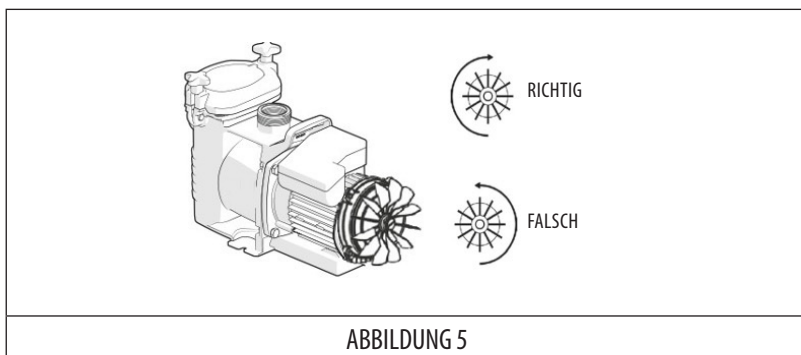

ABBILDUNG 5
- Überprüfen Sie, ob sich der Motor in die richtige Richtung dreht (schauen Sie auf den Ventilator hinten am Motor). (ABBILDUNG 5).